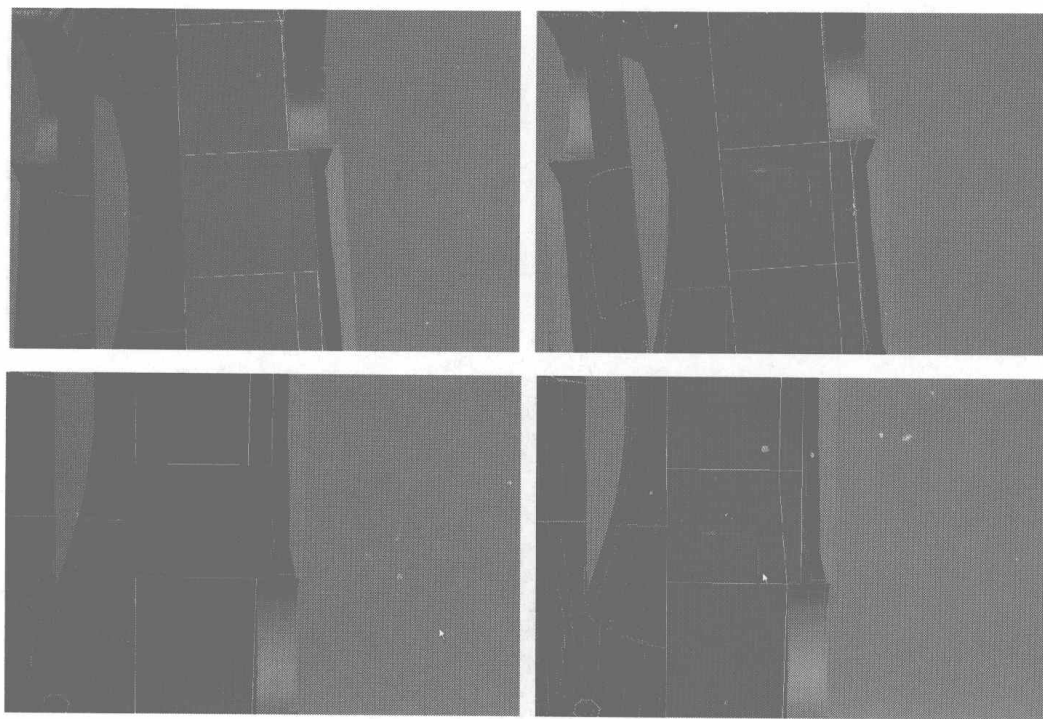
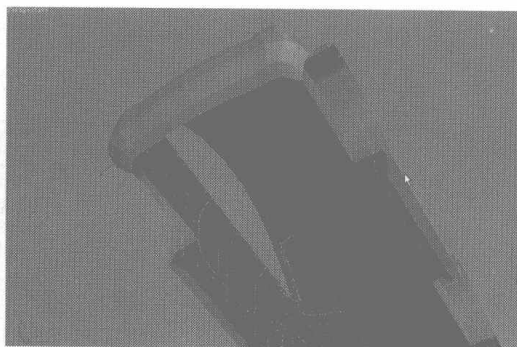

图 7.236
图 7.237
- 10 选择面片中间的曲线，单击 **Connect** 按钮，添加一条曲线，并移动位置，如图 7.236 所示。然后调整面片节点的位置，如图 7.237 所示。